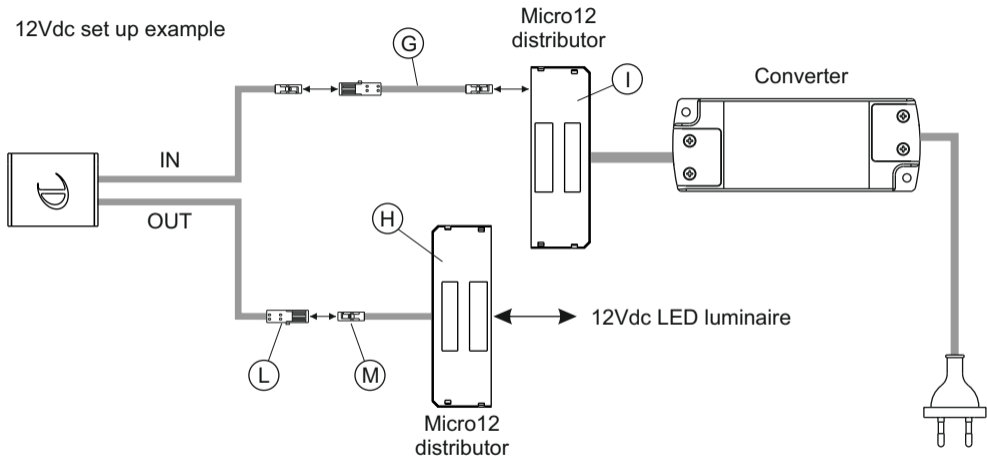

Fig 3
- For connection to a 12Vdc power supply (figure 3) use the adapter cable (G) and the Micro12 distributor (H) sold separately. Connect the **DOTTI** input cable (IN) to the adapter cable (G) and then to one of the free slots on the distributor (I) on the power supply secondary cable; then connect the connector (L) on the **DOTTI** output cable (OUT) to connector (M) on the Micro12 distributor cable (H)
- Für den Anschluss an ein 12 Vdc Netzteil (Abbildung 3) ist es notwendig, folgende separat gelieferte Teile zu verwenden: Adapterkabel (G) und Verteiler Micro12 (H). Das Eingangskabel (IN) von **DOTTI** mit dem Adapterkabel (G) verbinden und in einen der freien Schlitze des auf der Sekundärleitung des Netzteils installierten Verteilers (I) stecken; anschließend Verbinder (L) des Ausgangskabels (OUT) von **DOTTI** mit dem Verbinder (M) des Verteilerkabels Micro12 (H) verbinden.
- La connexion à une alimentation de 12 Vcc (figure 3) requiert l'utilisation du câble adaptateur (G) et du distributeur Micro12 (H) fournis séparément. Connecter le câble d'entrée (IN) de **DOTTI** au câble adaptateur (G) puis à l'une des encoches libres du distributeur (I) prévue sur le câble du secondaire de l'alimentation ; connecter ensuite le connecteur (L) du câble de sortie (OUT) de **DOTTI** au connecteur (M) du câble du distributeur Micro-12 (H).